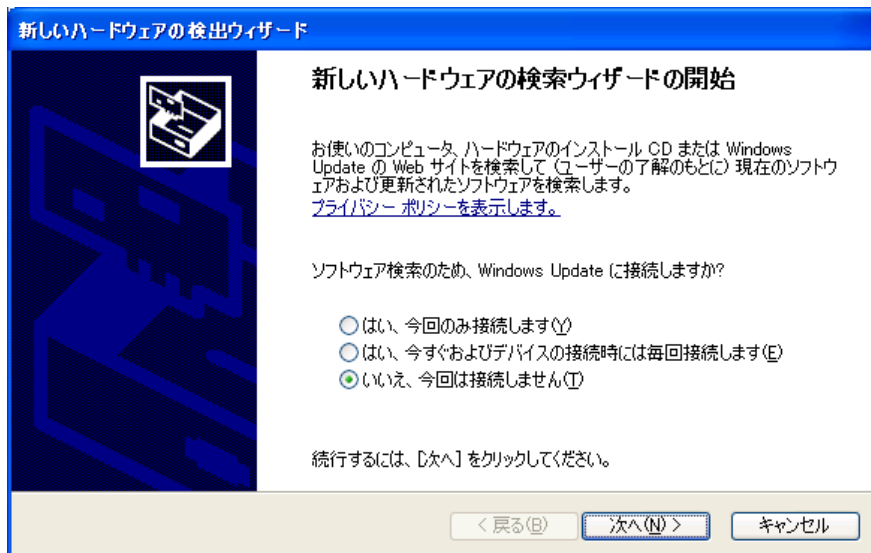

図 3-6
- ② OSが起動したら、パソコンのUSBポートと本体をUSBケーブルで接続します。しばらくすると自動的にインストール画面が表示されます(図 3-6)。
- ③ 「いいえ、今回は接続しません(T)」を選択して [次へ(N)>] をクリックします。